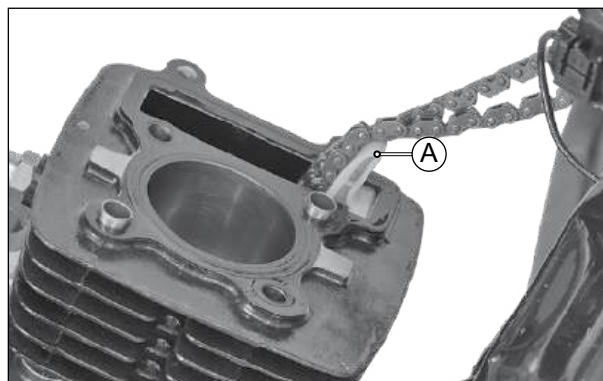

Fig. 3.83
- Remova o guia da corrente de distribuição (A) do cilindro. (Fig. 3.83)